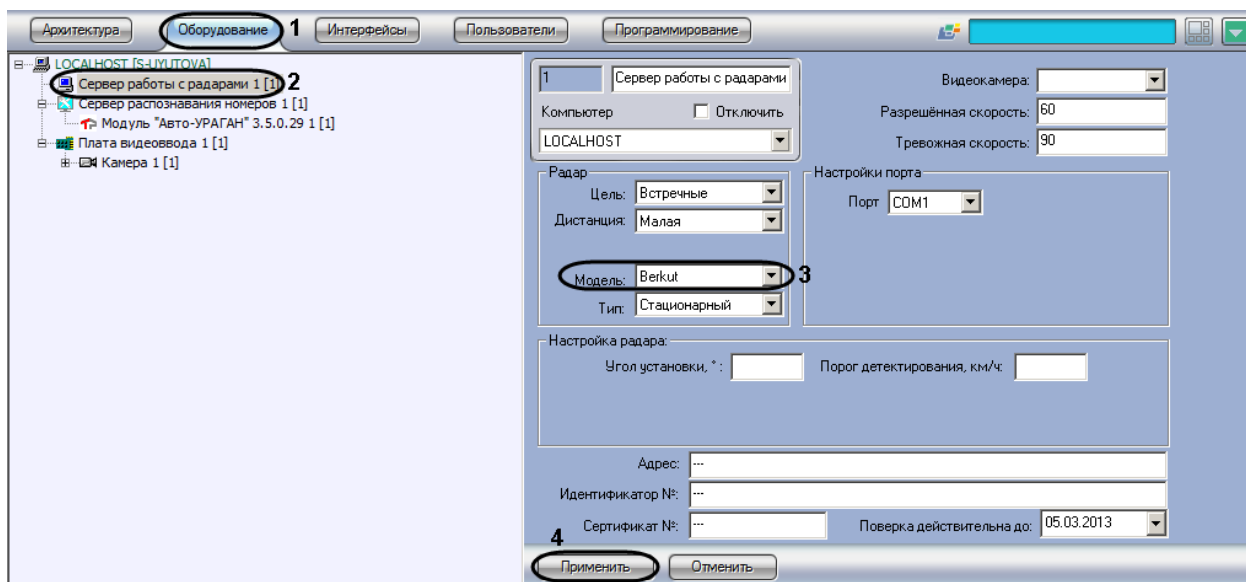

Рис. 7.3—5. Выбор подключаемого устройства «Радар» из списка доступных устройств
2. В дереве объектов на вкладке «Оборудование» выбрать объект «Сервер работы с радаром», соответствующий настраиваемому программному модулю «Радар» (см. Рис. 7.3—5, 2). В правой части вкладки «Оборудование» отобразится панель настройки выбранного объекта.
3. Выбрать модель установленного устройства «Радар» из списка поддерживаемых устройств (см. Рис. 7.3—5, 3).
4. Нажать кнопку «Применить» (см. Рис. 7.3—5, 4).